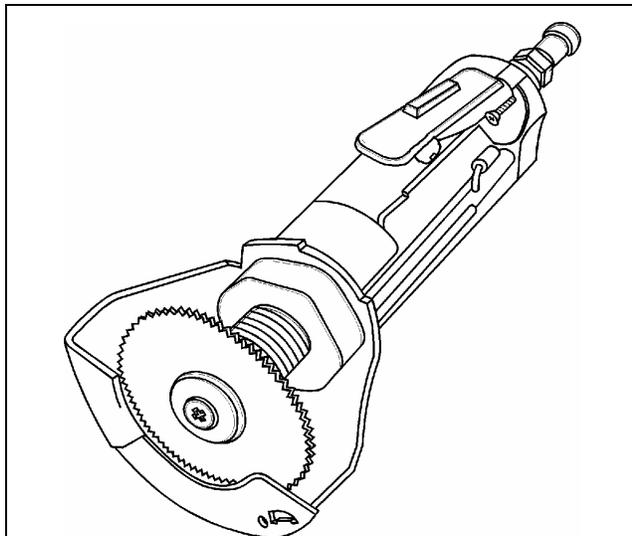

FIGURE 1 : OUTIL PNEUMATIQUE RECOMMANDÉ
**Remarque :** N'enlever pas les butées pour faire cette modification. L'outil le plus efficace pour effectuer ce travail est un porte outil rotatif pneumatique avec une lame de scie circulaire (figure 1). Afin que les copeaux de métal ne tombent pas dans la grille de chauffage, recouvrir la zone de travail avec un carton brun. Utiliser un ou deux petits bouts de bois pour retenir la fenêtre en position ouverte.